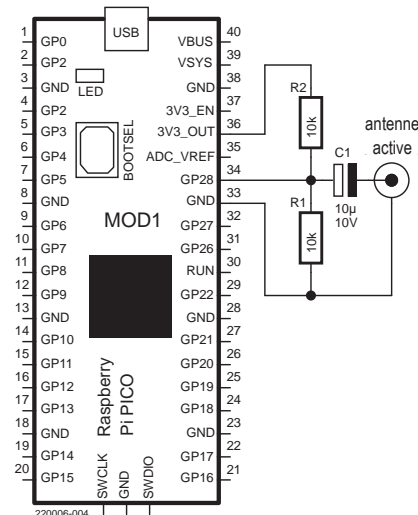

Figure 2. Composants requis à l'entrée du signal A/N.
**Entrée d'antenne** : nous utilisons la broche d'entrée analogique ADC2 (GPIO28, sur la broche 34 de la carte Pico) pour la réception des signaux de l'antenne. Le CA/N utilise la tension interne de 3,3 V comme tension de référence. Cette broche doit donc être polarisée à la moitié de la tension de référence. Les deux résistances de la **figure 2** s'en chargent. Le condensateur C1 de 10  $\mu$ F assure le couplage en courant alternatif du signal reçu.